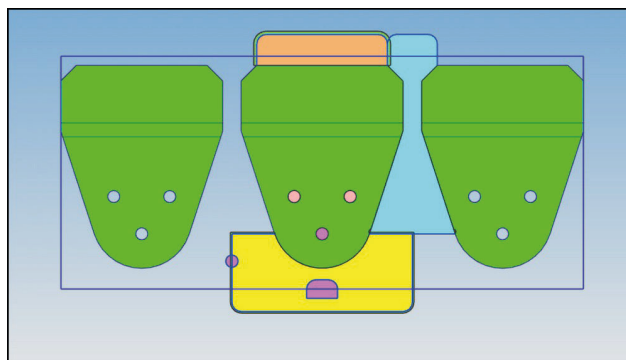

Рис. 5.20. Вид разработанных отходов
15. После создания симметрично расположенного перереза нажмите **ОК**. Результат работы показан на рис. 5.20.